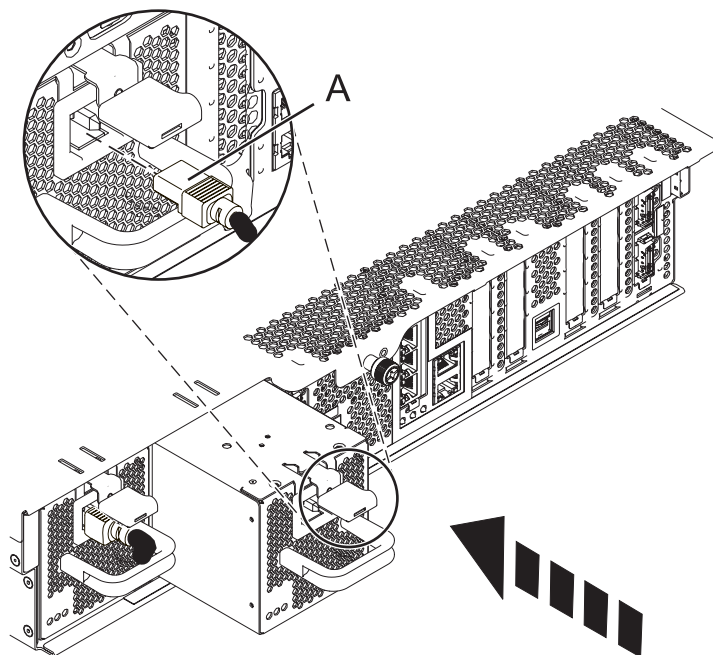

Figura 8. Sustitución de una fuente de alimentación
4. Alinee la fuente de alimentación con la bahía e inserte la nueva fuente de alimentación en la unidad del sistema hasta que el mecanismo de cierre encaje en su sitio, como se muestra en la Figura 8 en la página 12.